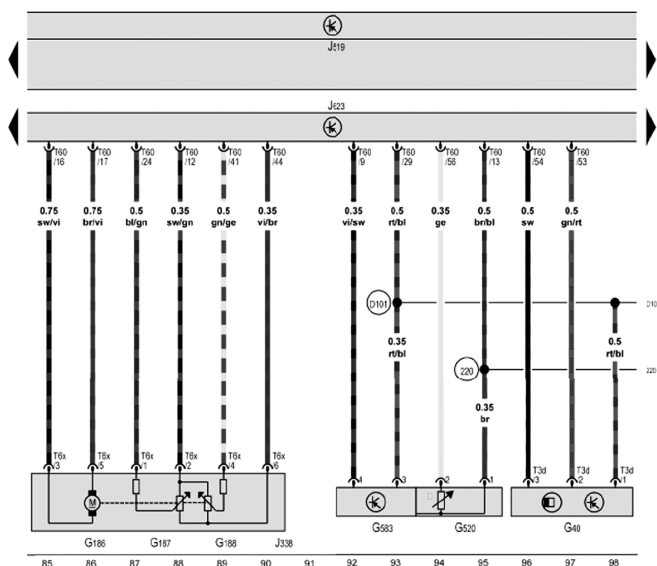

图 1-197 电子节气门控制电路图
(2) **节气门控制部件供电和导线的检查** 拔下节气门控制部件插头, 打开点火开关, 用万用表测量插头 T6X/2 + T6X/1、T6X/2 + T6X/4、T6X/2 + T6X/6 搭铁电压值, 应约为 5V, T6X/3 (正) + T6X/5 (负) 应约为 5V。若达不到上述要求, 按照电路图如图 1-197 所示。**检查节气门控制部件插头 6 个端子至发动机控制单元相应端子之间的导线是否断路, 然后检查导线相互之间是否导通 (导线最大阻值为 1.5Ω)**